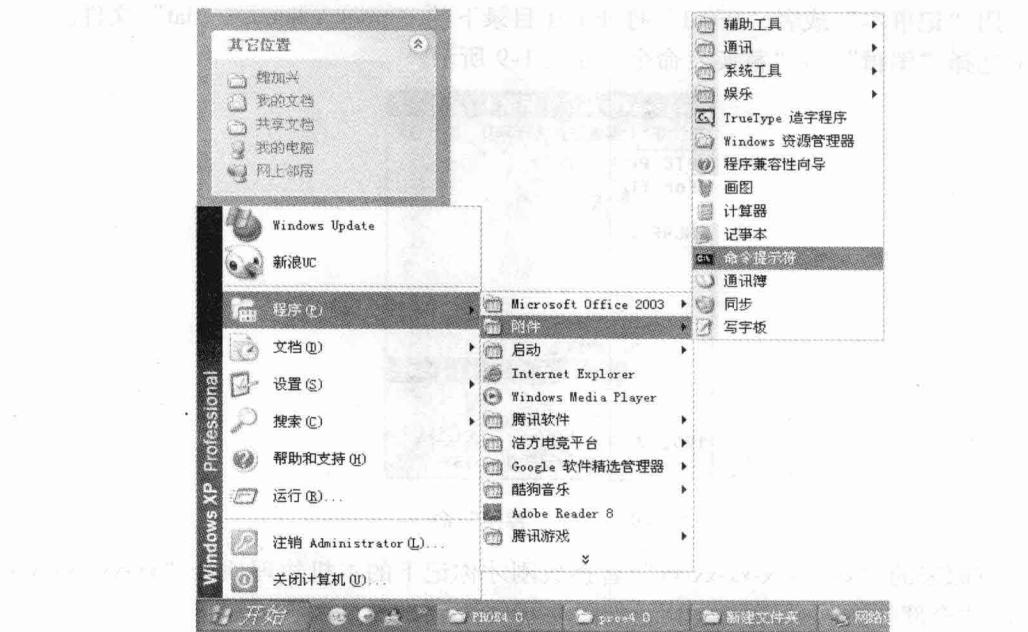
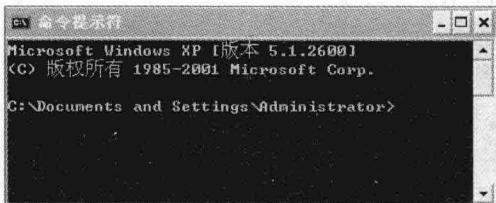

图 1-5 命令提示符
图 1-6 “命令提示符”对话框
(2) 单击“开始”→“附件”→“命令提示符”（见图 1-5），弹出如图 1-6 所示的“命令提示符”对话框，进入 DOS 操作界面。